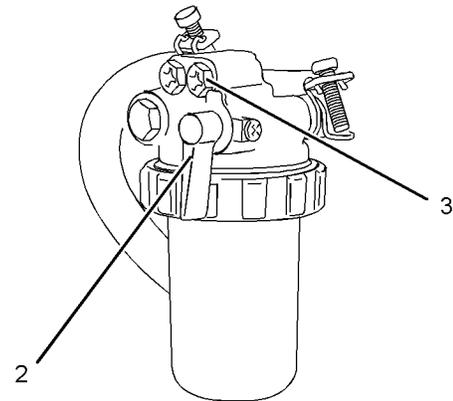
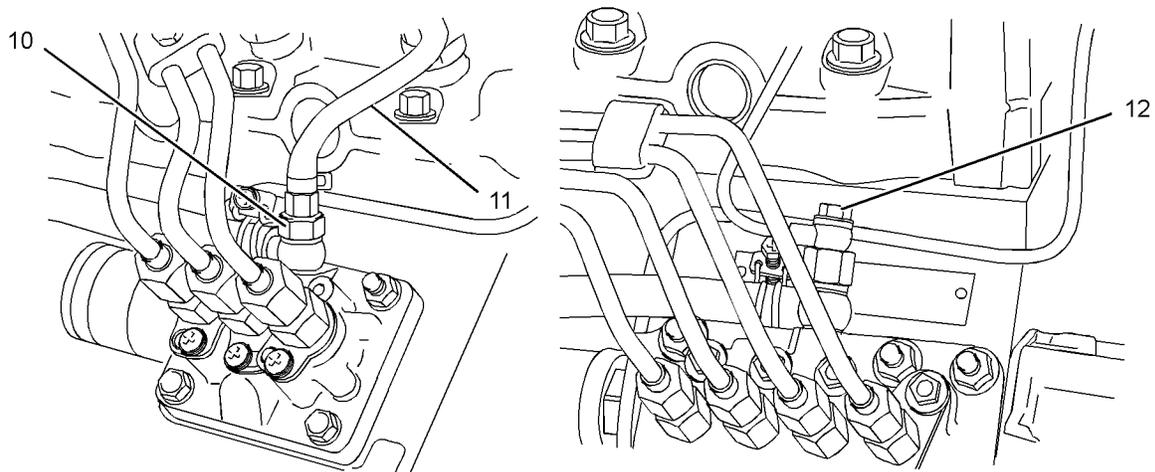

Ilustración 51
Ilustración 55
1. Asegúrese de que la válvula de combustible (2) para el filtro de combustible que tiene un elemento esté en la posición CONECTADA. Vea la ilustración 51 .
3. Opere la bomba de cebado manual (6). Cuando el combustible salga libre de aire por el orificio del tornillo de ventilación, apriete el tornillo de ventilación.
4. Afloje la conexión (10 ó 12) en la bomba de inyección de combustible. Vea la ilustración 55 .
3. Opere la bomba de cebado en línea (7). Cuando el combustible salga libre de aire por el orificio del tornillo de ventilación, apriete el tornillo de ventilación.
3. Opere la bomba eléctrica de cebado (8). Cuando el combustible salga libre de aire por el orificio del tornillo de ventilación, apriete el tornillo de ventilación. Apague la bomba eléctrica de cebado.
3. Opere la bomba de transferencia de combustible (9). Cuando el combustible salga libre de aire por el orificio del tornillo de ventilación, apriete el tornillo de ventilación. Pare la bomba de transferencia de combustible.
- Nota:** Puede ser necesario quitar la tubería de retorno de combustible (11) para cebar el sistema de combustible.